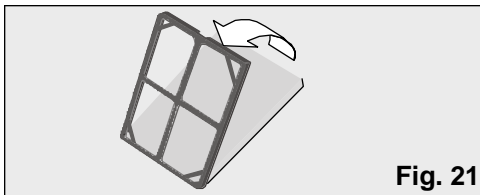

Fig. 21
- Vérifiez que le filtre purificateur est placé dans le positionneur, dans le cas contraire, placez-le comme indiqué dans la **Fig 21**. Placez la partie obscure du filtre en contact avec le positionneur.